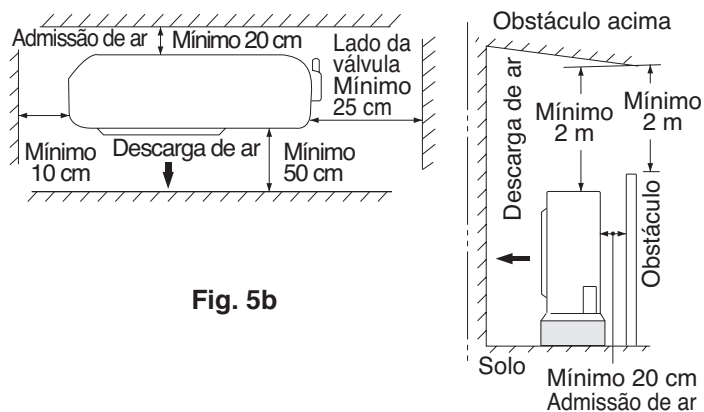

Fig. 5b
- Instale num local onde pelo menos dois lados não fiquem obstruídos, de forma que o fluxo de ar na abertura de admissão e abertura de escape não fique bloqueado, e de forma a assegurar o espaço suficiente para a manutenção sem problemas. Em geral, a parte superior também não deve ficar obstruída. (Fig. 5b)